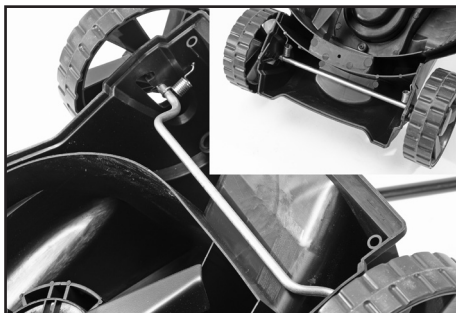

FIG.8
8.8 ADJUST HEIGHT OF CUT (20227) – FIGS.8 – 9.